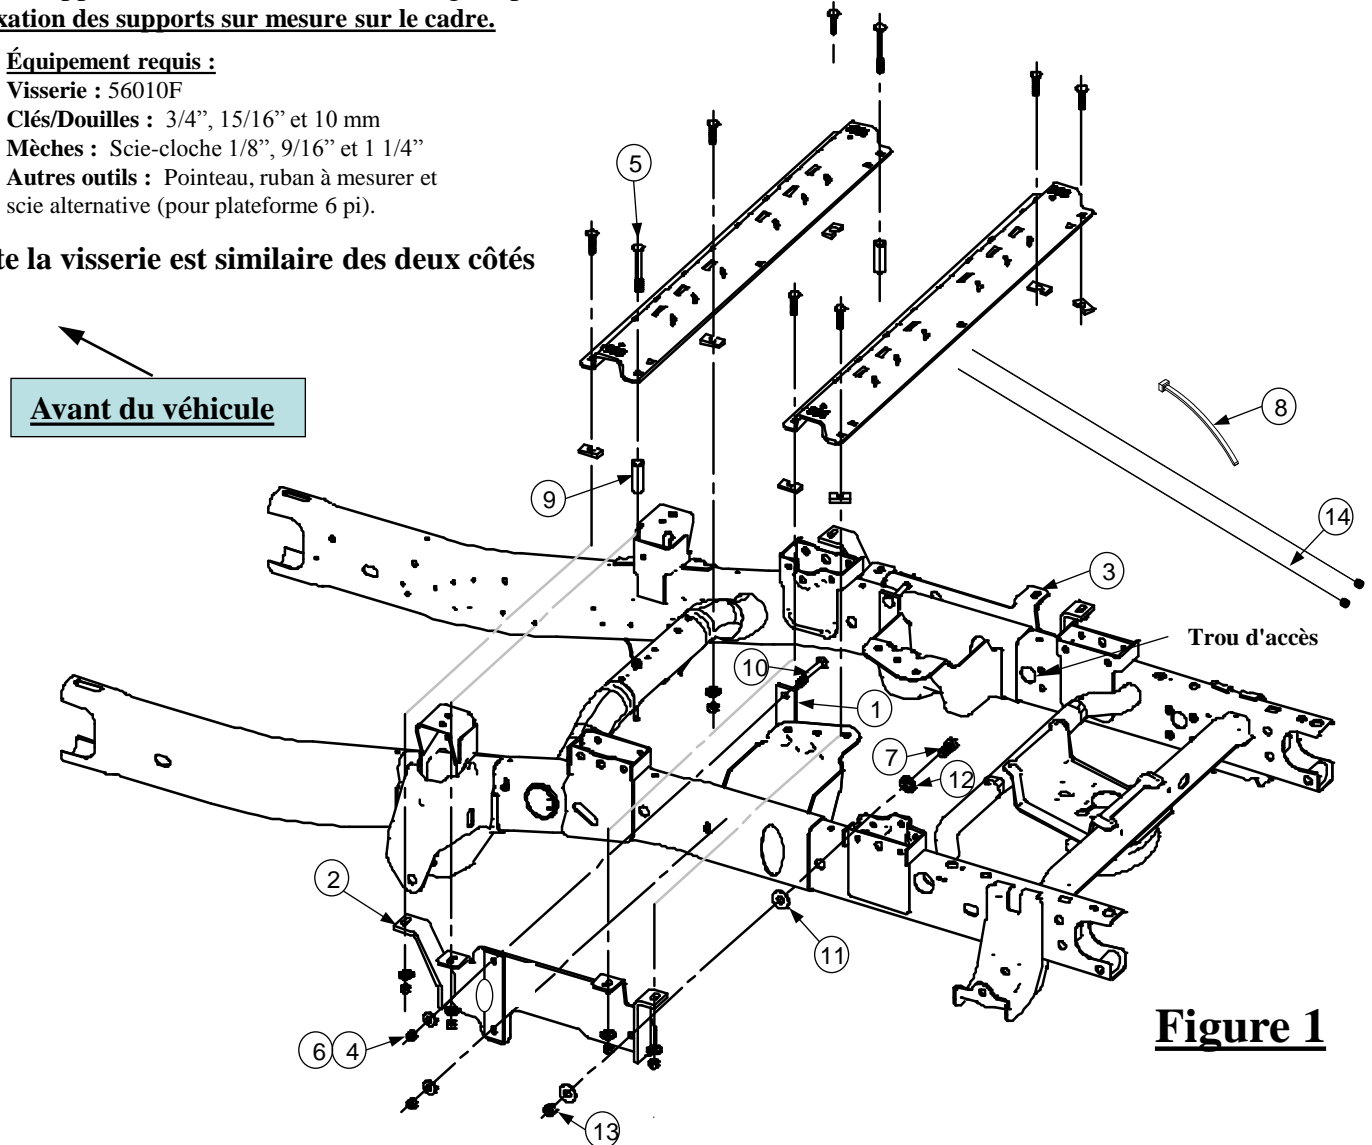

Figure 1
8. À l'aide d'un fil de tirage 5/8 po (14), poser un boulon 5/8 po (7) dans le trou d'accès sur l'intérieur du cadre, placer la rondelle plate 5/8 po (11) sur le boulon 5/8 po (7) sur l'extérieur du cadre. Acheminer le fil de tirage à travers le trou arrière du support de cadre (2) (3), poser sans trop serrer la rondelle plate 5/8 po (11) et l'écrou 5/8 po (13). (Voir Figure 1)
9. Sans trop serrer, poser les brides (1), les boulons de carrosserie (10), les supports latéraux (2) (3), les rondelles coniques 1/2 po (4) et les écrous 1/2 po (6). (Voir Figure 1)
10. Placer la traverse de montage en position. Poser les boulons de carrosserie 1/2-13 x 2 1/2 po avec l'espaceur en forme de U à placer dans les ondulations entre la caisse et la traverse de montage, ou entre la caisse et le support latéral (2) (3). **(L'espace en U sert à prévenir l'écrasement des ondulations du plancher.)** Fixer à l'aide d'espaceurs et d'écrous selon les illustrations puis serrer fermement pour empêcher la traverse de montage de bouger.